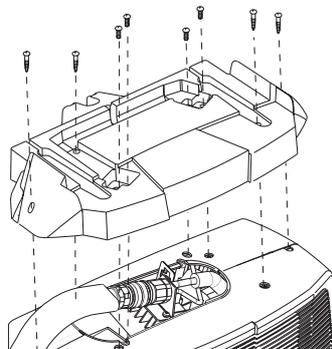

Abb. 3
- 3) Montieren Sie den Tragegriff ab, indem Sie die 4 Feinstellschrauben lösen. Entfernen Sie dann die restlichen 4 Gewindeschrauben, um den Deckel abzunehmen (siehe Abbildung 3).